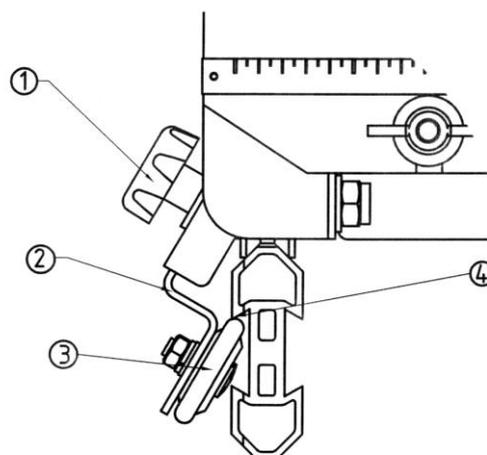

Bild 8: Lockern des Stabilisierungssystems
- Lockern Sie die Flügelmutter (1 auf Bild 6) und stellen Sie die Blockierung (2) parallel zur Skala. Schrauben Sie die Flügelmutter wieder fest. Lockern Sie den Griff (1 auf Bild 8) auf jeder Seite des Tisches und stellen Sie das Stabilisierungssystem in seine unterste Position. Sie können jetzt den Tisch abnehmen.